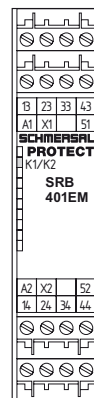

Fig. 1
5.2 Dati morsetti (vedere Fig. 1)
Controllo a un canale sul morsetto A1 del modulo di espansione SRB 401EM tramite un contatto di abilitazione di sicurezza del modulo base (vedere Fig. 1)